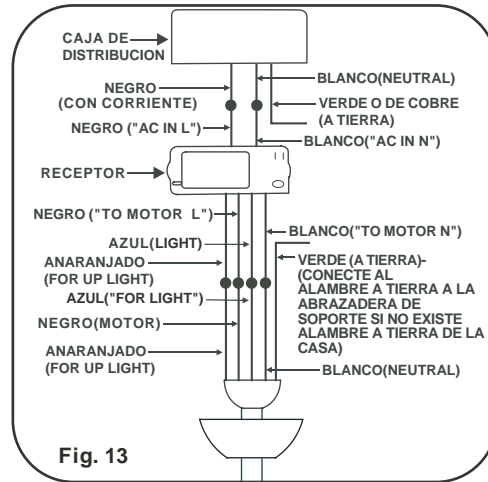

Fig. 13
**NOTA:** Si su ventilador incluye una lampara superior "UP LIGHT": Conecte el alambre Anaranjado del ventilador al alambre Anaranjado del Receptor marcado "For Up Light" del Receptor. Si no lo incluye entonces descarte este paso de las instrucciones y proceda a asegurar las conexiones con los conectores de plastico proveidos. (Fig. 13)
Paso 3. Haga las conexiones de la caja de distribución a el Receptor de la manera siguiente; Conecte el Alambre blanco (neutral) de la caja de distribución al alambre blanco marcado "AC in N" del receptor. Conecte el Alambre Negro (corriente) de la caja de distribución al alambre Negro marcado "AC in L" del Receptor. Asegure las conexiones con los conectores de plastico proveidos. (Fig. 13)
Paso 4. Si su caja de distribución tiene un alambre a tierra (verde o cobre) conéctelo a los alambres a tierra (verdes) de la Esfera de Soporte y la Abrazadera de Montaje. Si su caja de distribución no tiene un alambre a tierra, entonces unicamente conecte los dos alambres a tierra de la Esfera de Soporte y la Abrazadera de Montaje. Asegure la conexión con un conector de plastico proveido. (Fig. 13)